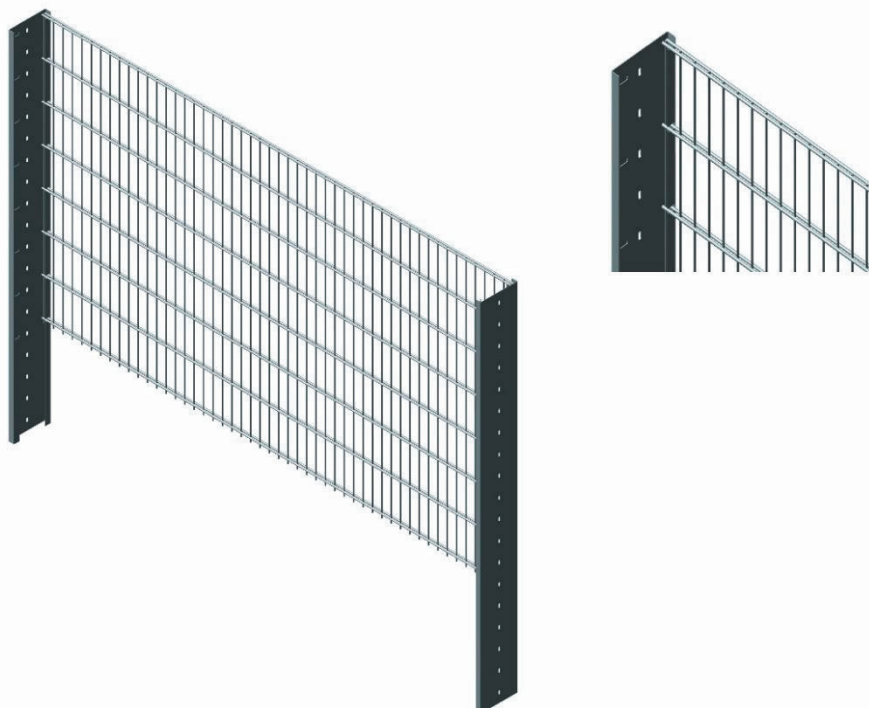

Abbildung 6: Hintere Doppelstabmatte einhängen
5. Zuerst die hintere Doppelstabmatte in die vorgesehenen Ausnehmungen im Pfosten einhängen. Der Stabüberstand befindet sich immer an der Unterseite. Siehe *Abbildung 6*.